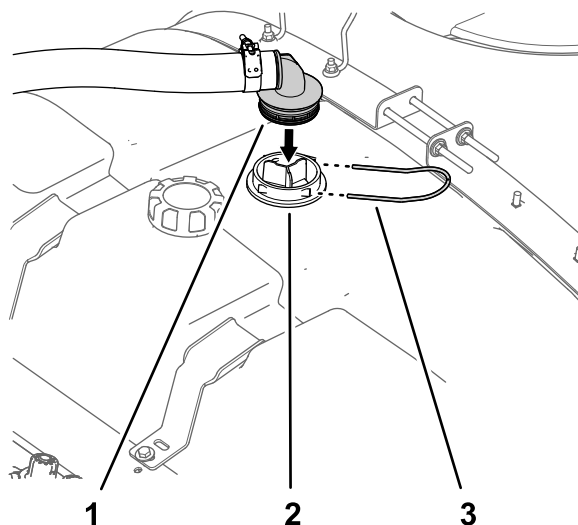

图 2
1. 在药缸顶部卸下将吸入软管的 90° 宝塔接头固定至吸入滤网外壳的固定叉并将宝塔接头与外壳分离图 2。
2. 从吸入滤网外壳卸下 90° 宝塔接头图 2。